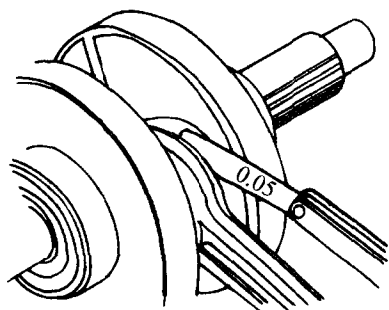

图 1-21 测量连杆大头侧隙
(3) 用厚薄规测量连杆大头侧隙(见图 1-21)。连杆大头侧隙标准值为 0.05 ~ 0.30mm,